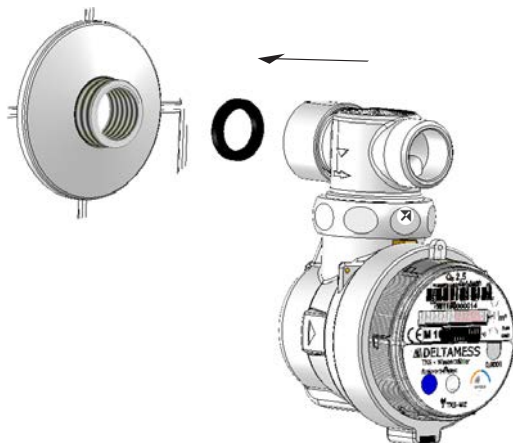

Bild 1 (Montage Mischbatteriezähler)
- Die T-Armatur mit Flachdichtung auf den S-Bogen aufsetzen (Bild 1).